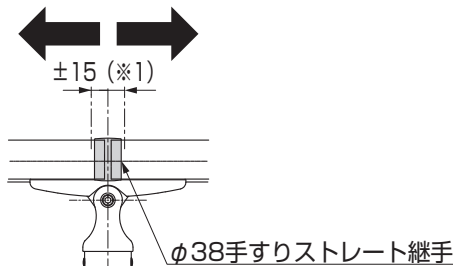

図1-2
- ストレート継手の移動範囲は±15mm (※1)の範囲内で調整してください。(図1-2参照)